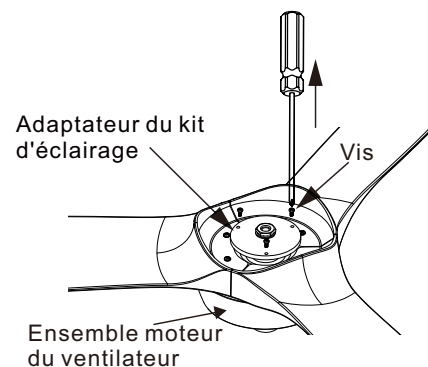

Figure 6
**Étape 1:** Retirez 3 vis de l'adaptateur du kit d'éclairage (ne pas jeter). (Voir fig. 6)